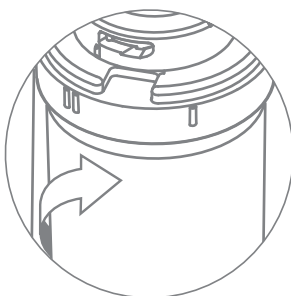
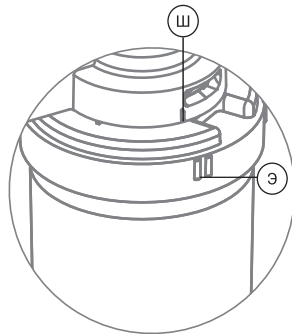

Рис. 22
Рис. 23
7. Поверните картридж по стрелке до щелчка, как показано на (рис. 22), чтобы совпали метка «I» (Ш) на скобе и метка «II» (Э) на картридже (рис. 23).